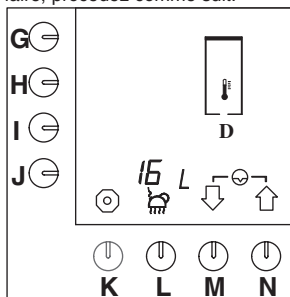

Fig. 53 Remise à zéro du compteur journalier du générateur eau chaude
- Appuyez sur la touche de sélection (M.)↓ jusqu'à ce que la fig.53 s'affiche sur l'écran de contrôle.